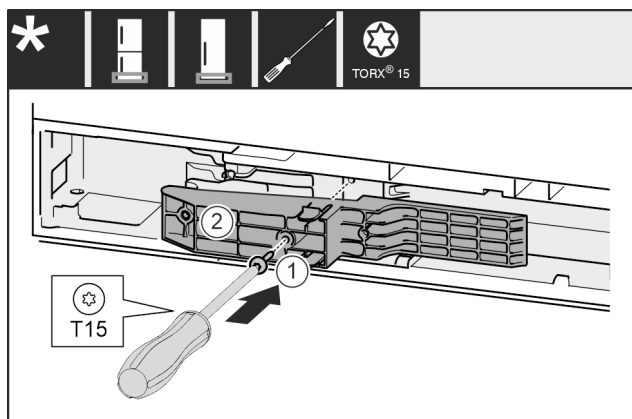

Fig. 61*
- Placer l'adaptateur Fig. 61 (1) côté poignée dans l'évidement.*
- Serrer la vis Fig. 61 (2) avec un tournevis.*